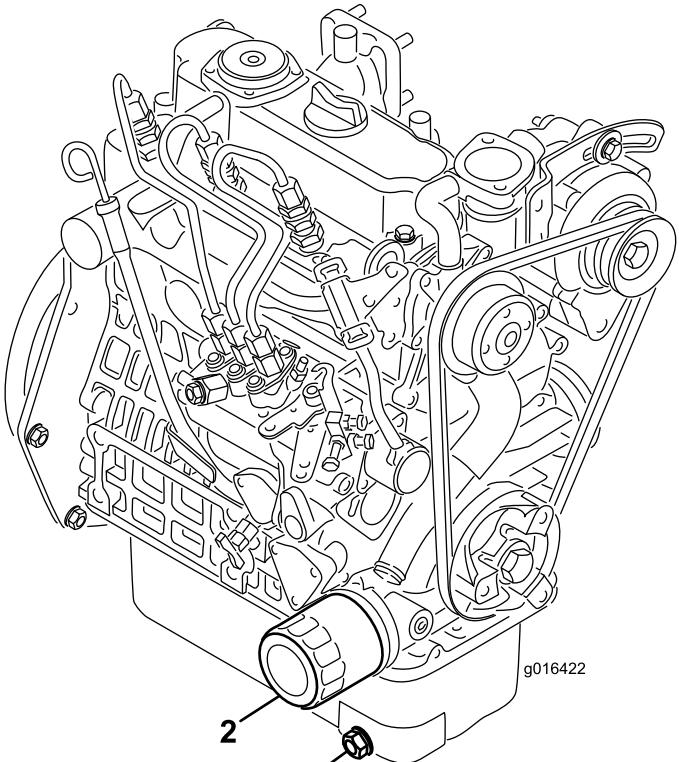

Bild 35
1. Entfernen Sie die Ablassschraube (Bild 35) und lassen Sie das Öl in die Auffangwanne ab. Schrauben Sie die Ablassschraube wieder ein, nachdem das Öl abgelaufen ist.